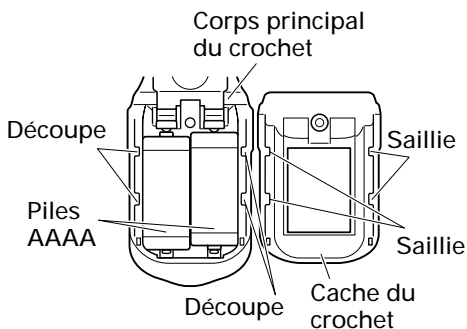

Fig. 13
- (2) Retirer les piles usées et insérer des piles neuves. Les aligner sur le crochet et disposer les bornes positive (+) et négative (-) correctement (Fig. 13).